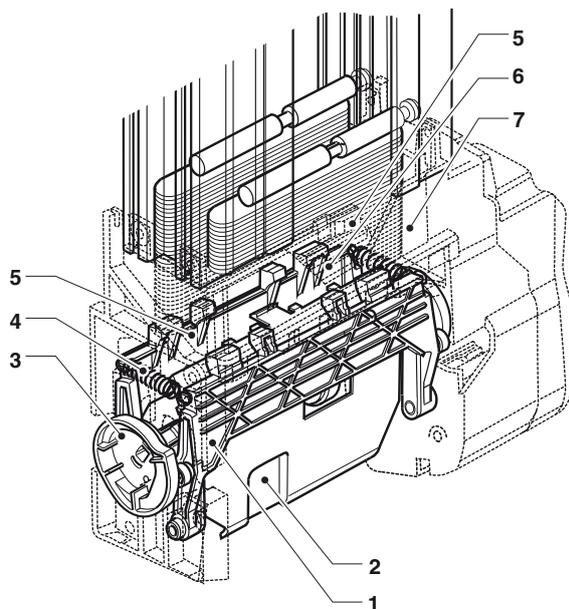

Abb. 22
Der obere Kolben (4) passt sich an die Brühkammer (Abb. 22 -1) an und senkt darin ab. Die Endposition des Brühkolbens ist abhängig von der in der Kammer vorhandenen Kaffeemenge.